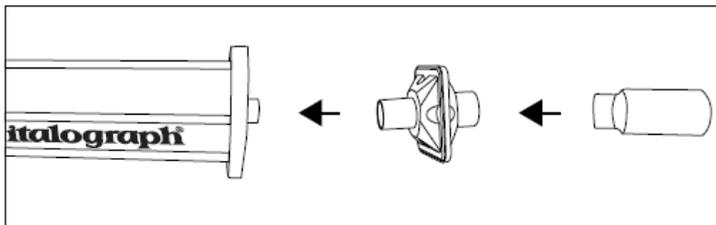

Abbildung 9
1. Befestigen Sie den Messkopf mit einem gemäß Abbildung 9 angebrachten BVF an der Pumpe.